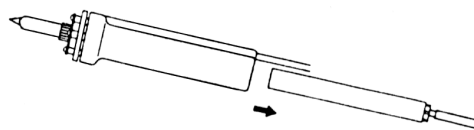

FIG. 9
2. Faites attention à ne pas brûler vos doigts en enlevant le réservoir de soudure (voir fig. 9).
3. Enlevez le réservoir de soudure (fig. 9).